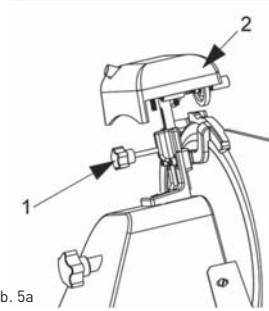
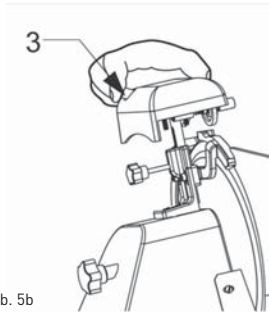

Abb. 5a
Abb. 5b
- das Einstellrad abdrehen (Pos. 1, Abb.5a), die Schärfeinrichtung bis zur Position anheben (Pos.2, Abb.5a), in der sie blockiert und um 180° drehen. Danach schiebt man sie bis zum Ende, und zwar so, dass sich die Schneide des Messers zwischen zwei Schärfeinrichtungen befindet. Stellrad blockieren;
- Schneidemaschine einschalten, die Taste auf die Position „I“ (ON) umschalten;
- den Knopf (Pos.3, Abb.5b) drücken und ermöglichen, dass die Schneide des Messers ungefähr 30/40 Sek. lang an der Schärfeinrichtung reibt, bis sich an der Kante der Schneide des Messers Grat bildet;